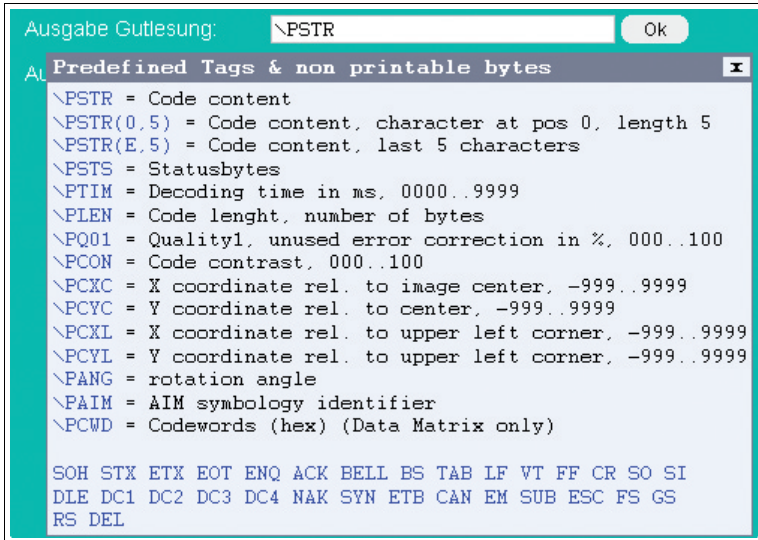

Abbildung 7.11 Pop-up Fenster Gütesung - Schlechtsung
- **Ausgabe Gutlesung:** Eingabe der Zeichenkette, welche bei einer erfolgreichen Dekodierung ausgegeben wird. Dieses Feld verfügt über eine Tooltipfunktionalität. Wenn der Mauszeiger länger als 1 Sekunde über einem der beiden Eingabefeldern verweilt, erscheint eine Tabelle → siehe Abbildung 7.11 auf Seite 32. In der Tabelle sind Platzhalter beschrieben, die manuell oder per Mausklick eingefügt werden können. Zur Zeit können folgende Informationen als Teil des Ausgabestrings ausgegeben werden: Codeinhalt, Codelänge, Status, Dekodierzeit, Symbolkoordinaten etc. Die Beschreibung dieser Platzhalter finden Sie im Anhang siehe Kapitel 9.3.
- **Ausgabe Schlechtlesung:** Eingabe der Zeichenkette, welche bei einer nicht erfolgreichen Dekodierung ausgegeben wird. Ein Timeout Fehler führt ebenfalls zur Ausgabe dieser Daten. Wenn der Mauszeiger länger als 1 Sekunde über einem der beiden Eingabefeldern verweilt, erscheint eine Tabelle → siehe Abbildung 7.11 auf Seite 32. In der Tabelle sind Platzhalter beschrieben, die manuell oder per Mausklick eingefügt werden können. Zur Zeit können folgende Informationen als Teil des Ausgabestrings ausgegeben werden: Status, Dekodierzeit. Die Beschreibung dieser Platzhalter finden Sie im Anhang siehe Kapitel 9.3.
- **Ausgabe Gutlesung:** Eingabe der Zeichenkette, welche bei einer erfolgreichen Dekodierung ausgegeben wird. Dieses Feld verfügt über eine Tooltipfunktionalität. Wenn der Mauszeiger länger als 1 Sekunde über einem der beiden Eingabefelder verweilt, erscheint eine Tabelle → siehe Abbildung 7.11 auf Seite 32. In der Tabelle sind Platzhalter beschrieben, die manuell oder per Mausklick eingefügt werden können. Zur Zeit können folgende Informationen als Teil des Ausgabestrings ausgegeben werden: Codeinhalt, Codelänge, Status, Dekodierzeit, Symbolkoordinaten etc. Die Beschreibung dieser Platzhalter finden Sie im Anhang siehe Kapitel 9.3.
- **Ausgabe Schlechtlesung:** Eingabe der Zeichenkette, welche bei einer nicht erfolgreichen Dekodierung ausgegeben wird. Ein Timeout Fehler führt ebenfalls zur Ausgabe dieser Daten. Wenn der Mauszeiger länger als 1 Sekunde über einem der beiden Eingabefelder verweilt, erscheint eine Tabelle → siehe Abbildung 7.11 auf Seite 32. In der Tabelle sind Platzhalter beschrieben, die manuell oder per Mausklick eingefügt werden können. Zur Zeit können folgende Informationen als Teil des Ausgabestrings ausgegeben werden: Status, Dekodierzeit. Die Beschreibung dieser Platzhalter finden Sie im Anhang siehe Kapitel 9.3.